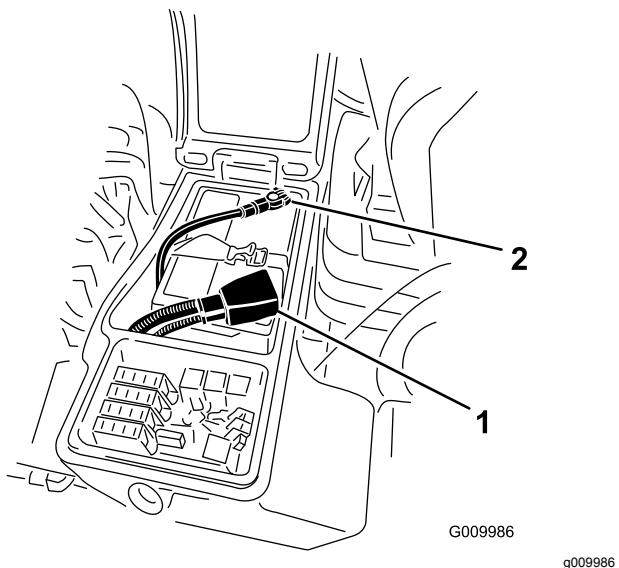

Figura 37
- Conecte el cable positivo (rojo) al borne positivo (+) y el cable negativo (negro) al borne negativo (-) de la batería (Figura 37). Fije los cables a los bornes con tornillos de caperuza y tuercas. Asegúrese de que el terminal positivo (+) está colocado a tope en el borne, y que el cable está colocado junto a la batería. El cable no debe entrar en contacto con la tapa de la batería. Deslice la cubierta de goma sobre el terminal positivo para evitar posibles cortocircuitos eléctricos.